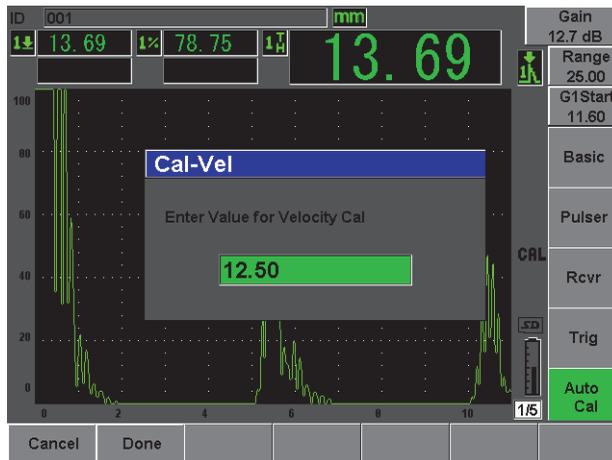

Figura 2-16 Calibración de la velocidad (Cal-Vel)
14. Utilice la perilla de ajuste o las teclas de dirección para ajustar el valor según el espesor apropiado. En este ejemplo, el palpador está colocado en el espesor de 12,5 milímetros (véase la Figura 2-16 en la página 46).